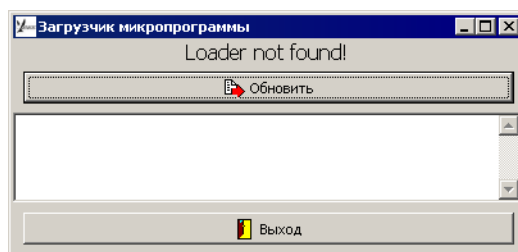

Рис. 3.6.
2. Запустите на выполнение загрузчик прошивки. На экране появится окно программы (рис. 3.6).